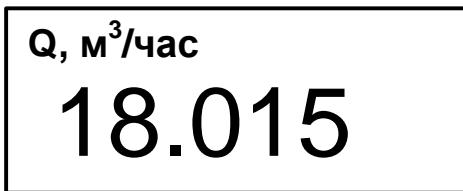

Рис.2. Вид окна укрупненной индикации
1.1.5. В расходомере предусмотрена возможность индикации значений измеряемых и настроек параметров шрифтом большего размера (см. рис.2). Окно с укрупненной индикацией раскрывается после активизации наименования соответствующего параметра.